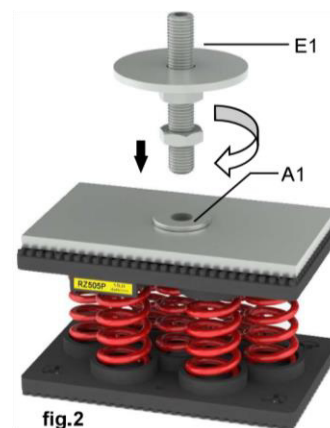

fig.2
- fig.2** Utilizzando la chiave a brugola del 8 avvitare il grano M16x100mm (E1) nella sede filettata presente sulla piastra di testa per circa 20-25mm (A1).